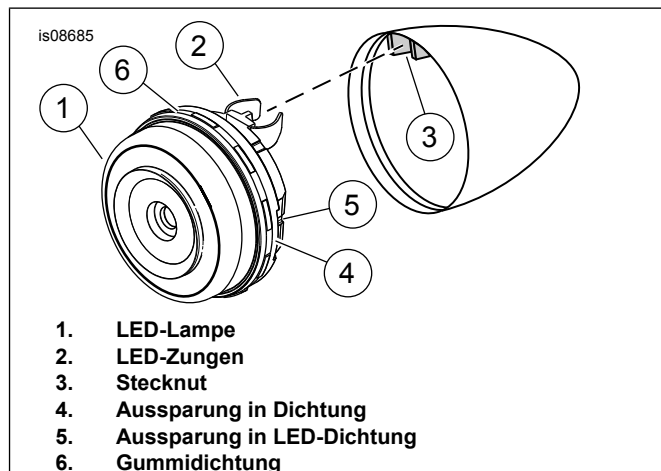

Abbildung 4. LED-Zunge und Lampengehäuse
15. Siehe Abbildung 4 >. Die Aussparung an der Dichtung (4) auf die Aussparung an der LED-Lampe (5) ausrichten.
16. Die Zungen (2) auf die Stecknut (3) ausrichten. Die LED-Lampe (1) gerade und im rechten Winkel in das Gehäuse schieben. Die LED-Lampe wird durch die Reibung der Gummidichtung (6) gesichert.